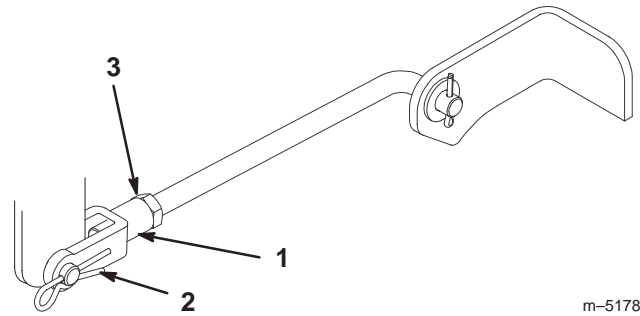

Figure 41
7. Pour régler l'inclinaison avant/arrière des lames, enlevez la goupille fendue des chapes des tourillons avant et desserrez les écrous de blocage (Fig. 41).
8. Tournez les chapes sur les tourillons pour modifier le réglage (Fig. 41). Serrez les chapes (raccourcissez les tourillons) pour relever l'avant du plateau et desserrez-les (allongez les tourillons) pour abaisser l'avant du plateau.